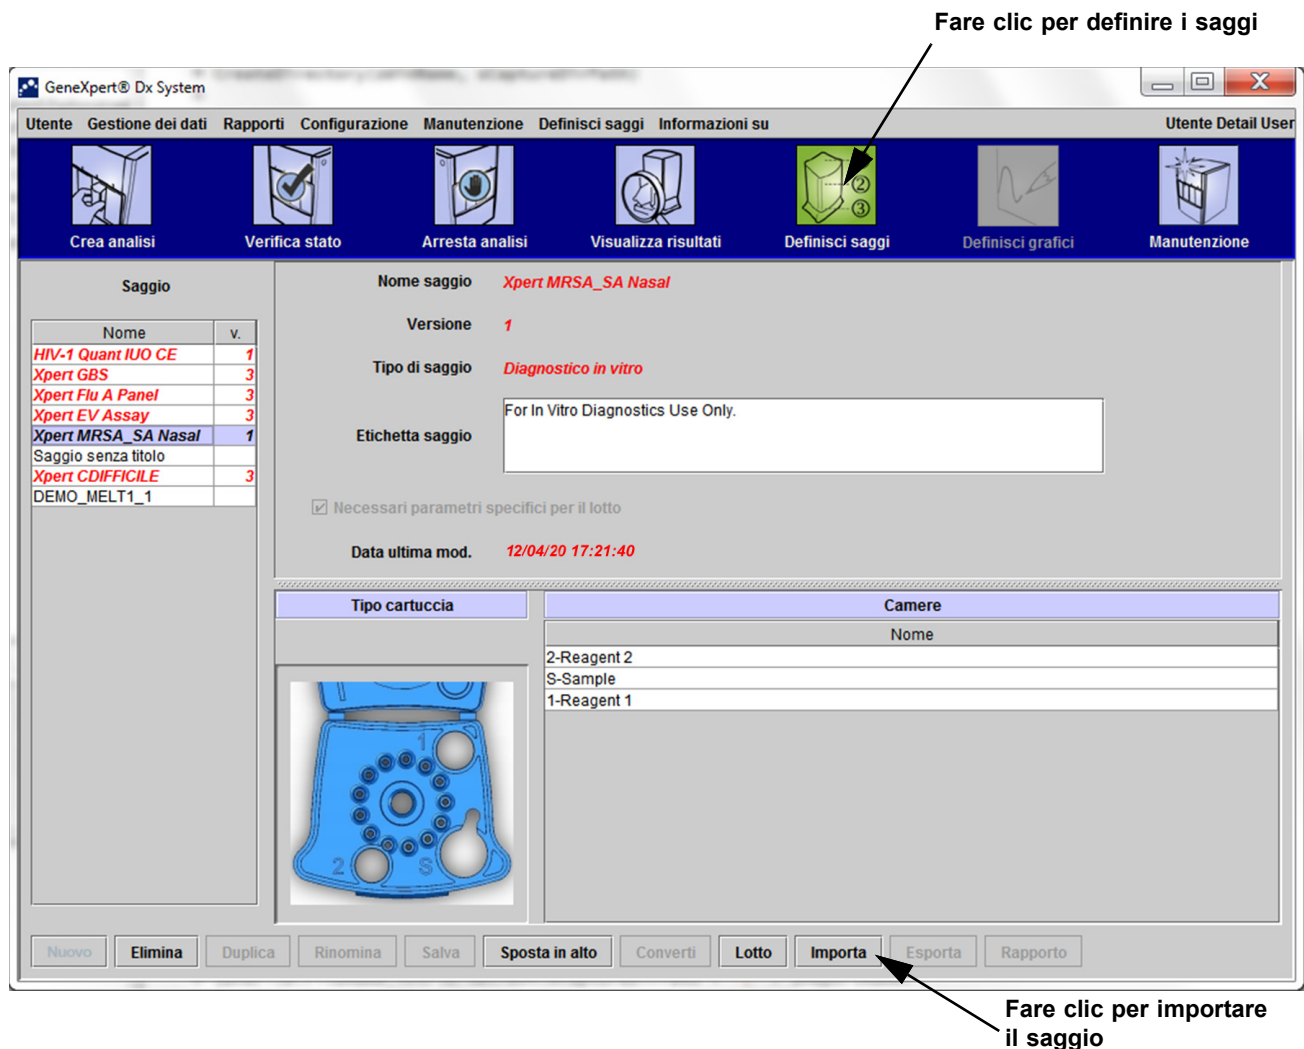
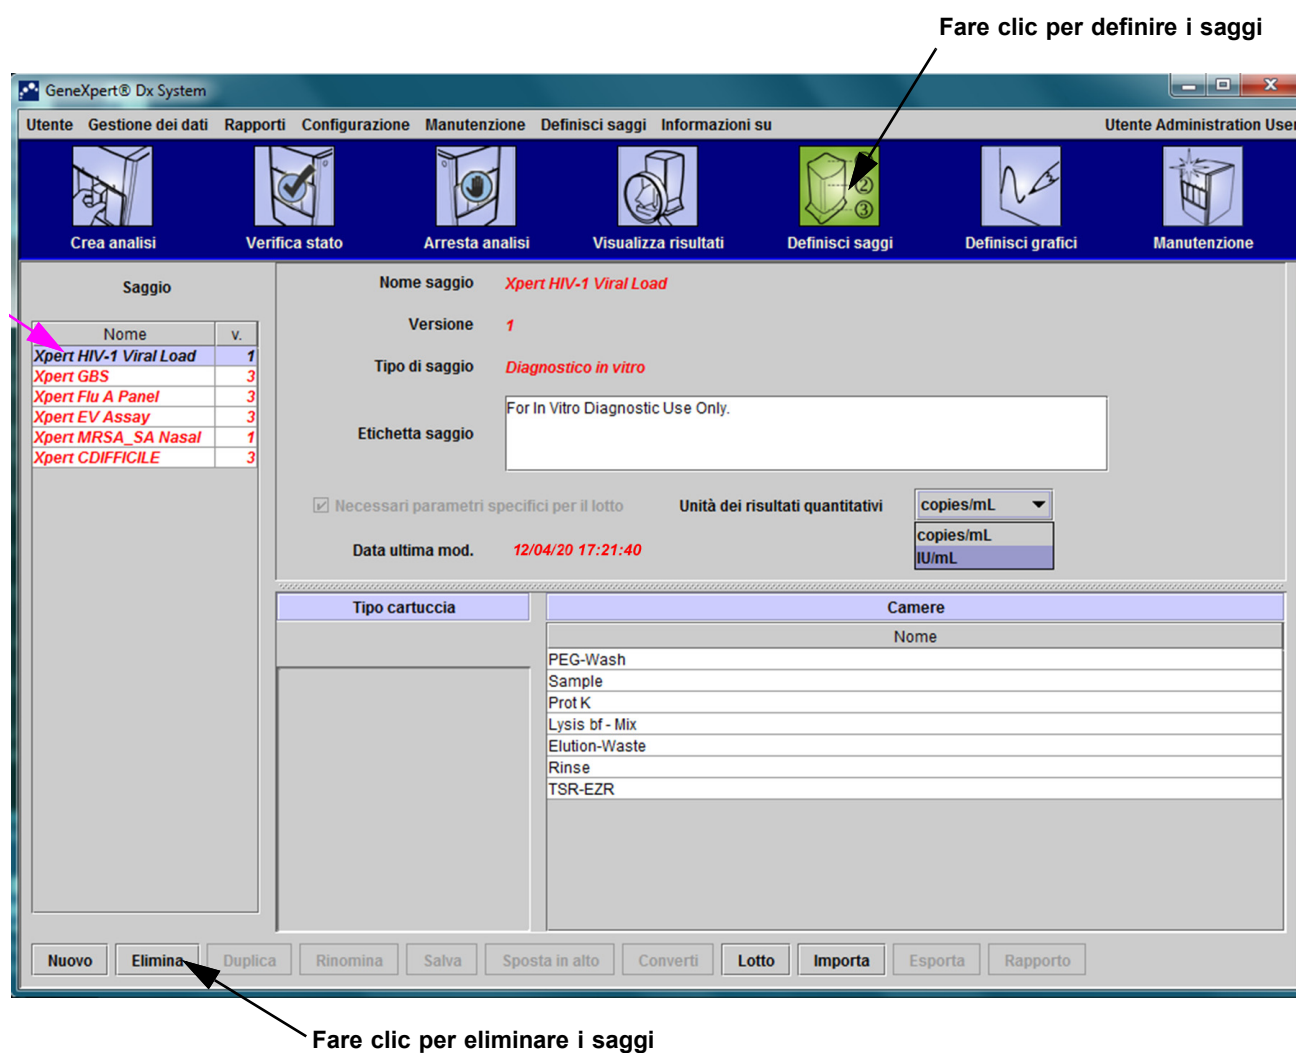

Figura 2-91. Sistema – Finestra Definisci saggi (vista dell'utente avanzato)
Figura 2-93. Finestra GeneXpert Dx System – Definisci saggi (vista dell'utente Amministratore)
1. Nella finestra GeneXpert Dx System, fare clic su **Definisci saggi** sulla barra dei menu. Verrà visualizzata la finestra Definisci saggi. La Figura 2-93 mostra la finestra Definisci saggi per l'amministratore del GeneXpert Dx System. La finestra per gli utenti di base e per gli utenti avanzati contiene un numero minore di funzioni. Vedere la Figura 2-91.
Dopo avere importato un saggio quantitativo è possibile modificare l'unità dei risultati quantitativi. Vedere la Figura 2-93.
1. Per eliminare un file di definizione del saggio, nella finestra Definisci saggi (vedere la Figura 2-93), selezionare il nome del saggio nell'elenco Saggio, sul lato sinistro della finestra, quindi fare clic su **Elimina**. Verrà visualizzato un messaggio di conferma.